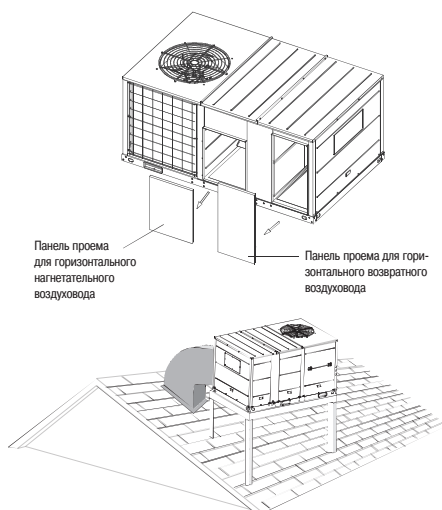

Рис. 5-4
- Если выбран вариант размещения с горизонтальным направлением воздушного потока, снимите панели с проемов для горизонтальных нагнетательного и возвратного воздухопроводов. См. рисунок 5-4. (Для моделей KRFM220-700CFDN3)